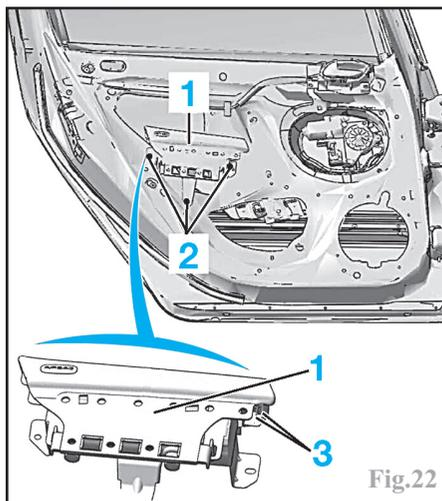

Fig.22
Déposer les fixations (2) (Fig.22)